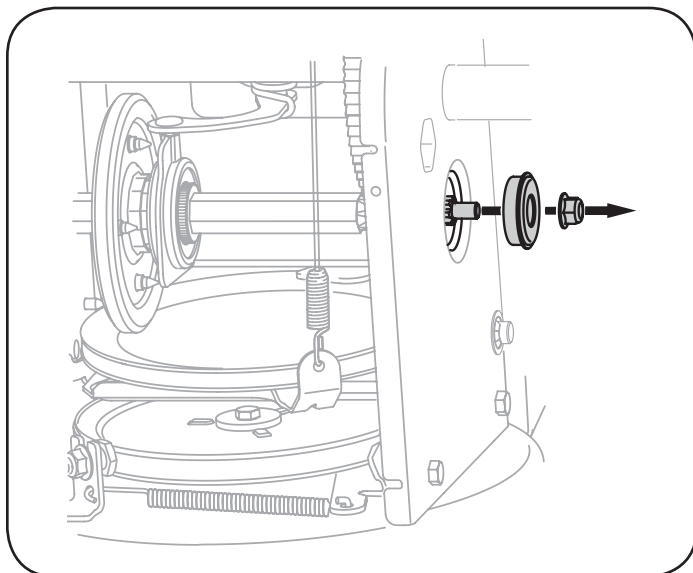

Figura 73
6. Retire con cuidado la tuerca hexagonal y la arandela que sujetan el eje hexagonal al marco de la máquina quitándole, y golpee suavemente el extremo del eje para desplazar el cojinete de bolas del lado derecho del marco. Vea la Figura 73.
7. Con cuidado, ubique el eje hexagonal hacia abajo y hacia la izquierda antes de deslizar con precaución el montaje de la rueda de fricción fuera del eje. Vea la Figura 73.